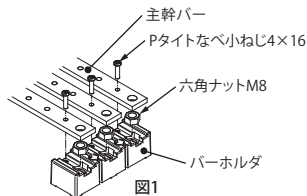

図1
- ①バーホルダとブレーカ(別売)の配置を決めて、取付寸法に従って穴加工を行ってください。バーホルダを付属のタッピンねじ4×12にて固定してください。(ブレーカの固定はブレーカ付属のねじを使用してください。)
- ②主幹バーは、付属の六角ナットM8を入れてから付属のPタイトなべ小ねじ4×16にて、バーホルダに固定してください。(図1)